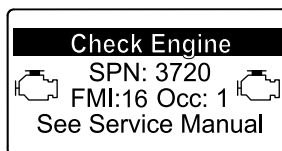

Bild 44
- Motorwarnung SPN 3720, FMI 16 (Bild 44)